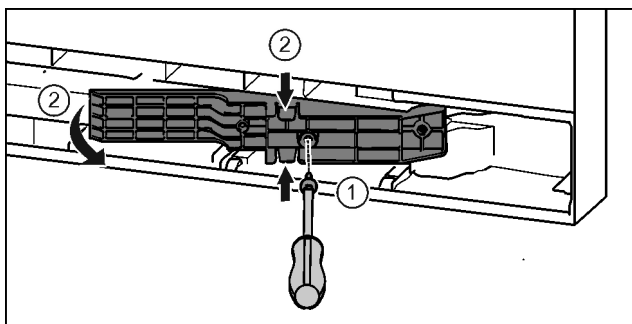

Fig. 22*
- ▶ Викрутіть гвинти за допомогою викрутки T15.* Fig. 22 (1)
- ▶ Витягнути деталь адаптера.* Fig. 22 (2)